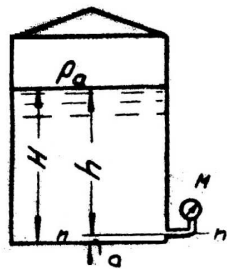

Рис. 4
**Завдання 4.** Бензину в гаражі зберігається в спеціальному резервуарі (рис. 4). Визначити висоту стовпа  $H$  бензину в зервуаре, якщо манометр, приєднаний до нього, показує тиск  $p_m = 0,25 \text{ кГ/см}^2$  Тиск на вільній поверхні бензину атмосферний. Питома вага бензину  $\gamma = 755 \text{ кг/см}^3$ . Манометр приєднаний на відстані  $a = 0,2 \text{ м}$  від дна резервуару.